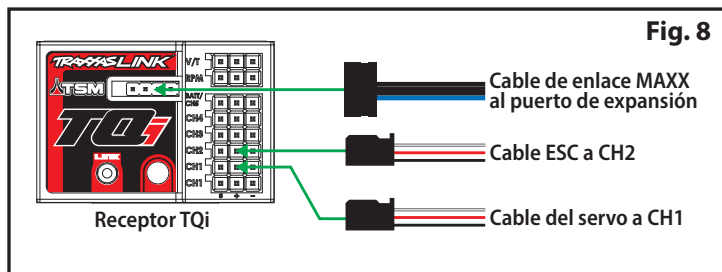

Fig. 6
7. Aplique una gotita de la grasa de silicona incluida a la sujeción del cable (Fig. 6).